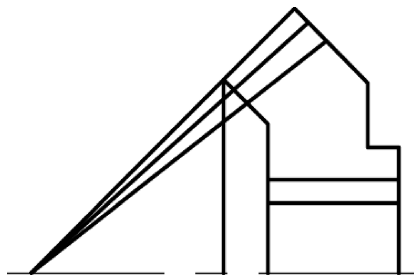

图14-46 修剪图形
(8) 修剪图形。单击“默认”选项卡“修改”面板中的“修剪”按钮  和“删除”按钮 ，修剪多余的线段，结果如图 14-46 所示。